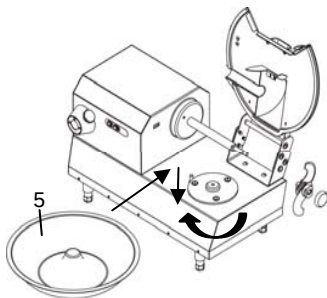

Fig. 6.3.8
- Colocar el depósito "5" Fig. 6.3.8 en el plato de arrastre